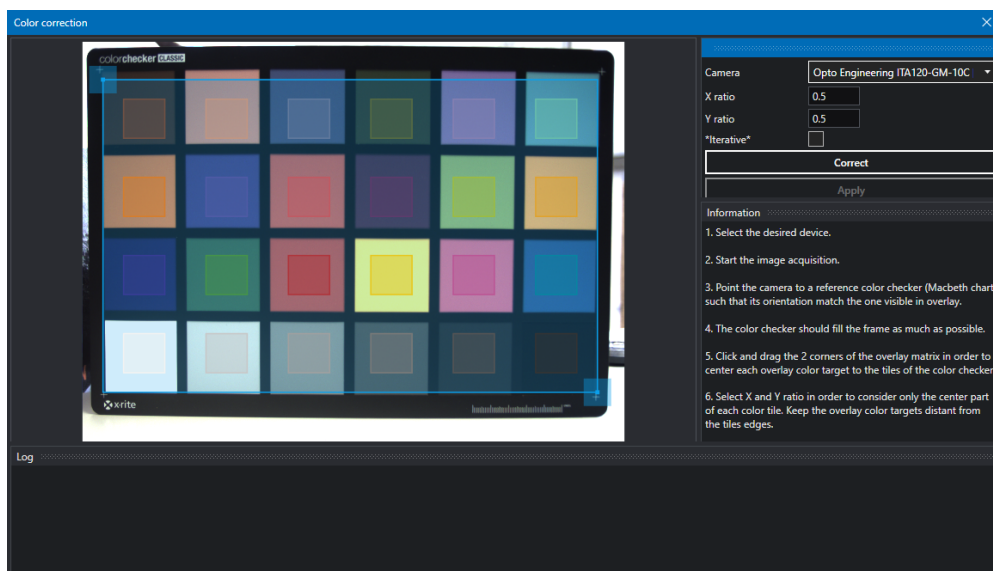

Figure 26: Per ottenere risultati ottimali, assicurarsi di allineare la maschera dei colori del mago alle tessere della tabella dei colori di Macbeth.
5. Il color checker deve riempire il più possibile la cornice (Fig. 26).